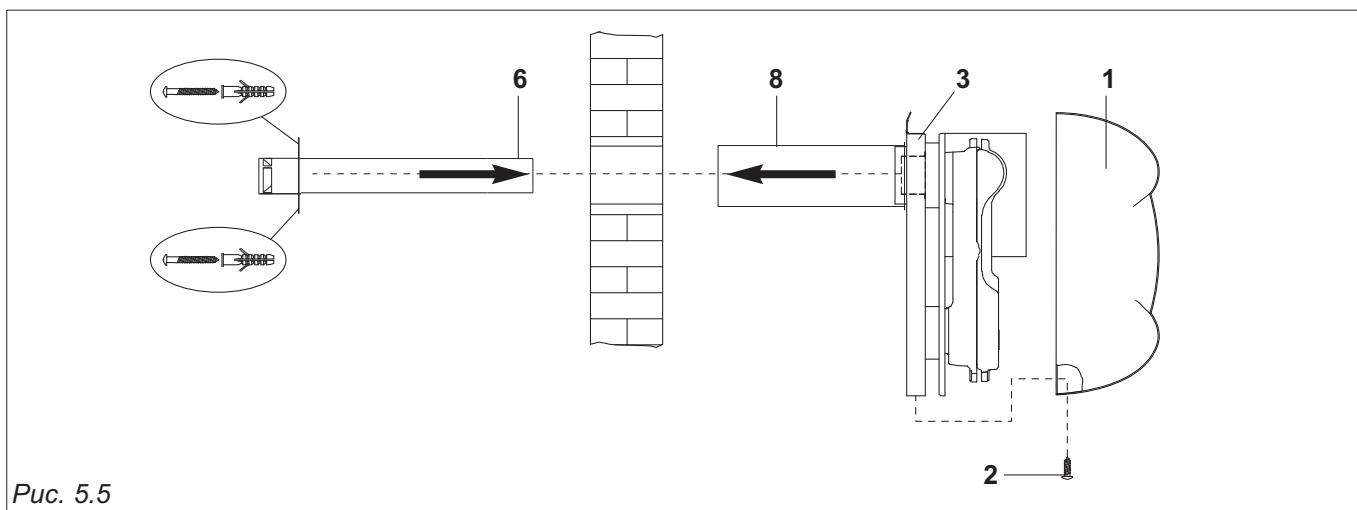
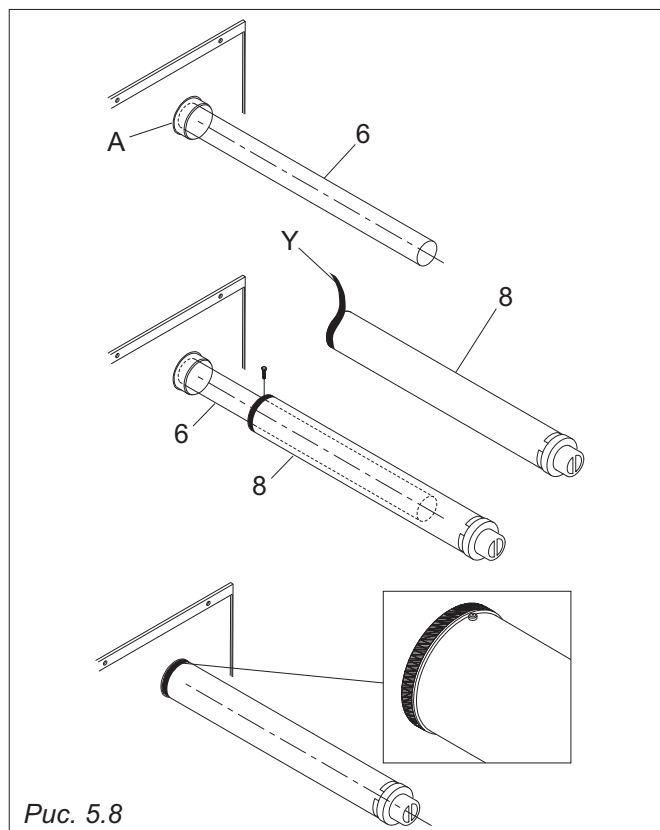

Рис. 5.5
Рис. 5.8
- 4) Снять кожух (1), ослабив крепежные винты (2) (см. рис. 5.5)
- 5) Установить прокладку (Y) на борт воздуховода.
- Закрепить воздуховод (8) 4 входящими в комплект саморезами со стороны борта трубы (см. рис. 5.8).
- 6) Закрепить конвектор входящими в комплект винтами, вставить дымоход (6) во внутреннее кольцо воздушного короба (3) и зафиксировать его на внешней стене с помощью двух дюбелей, входящих в комплект.
- 5) Вставить дымоход (6) во внутреннее кольцо воздушного короба (см. рис. 5.8)
- 6) Установить прокладку (Y) на борт воздуховода (8) (см. рис. 5.8)
- Закрепить на кольце (A) воздушного короба воздуховод (8) с помощью входящих в комплект винтов (см. рис. 5.8).